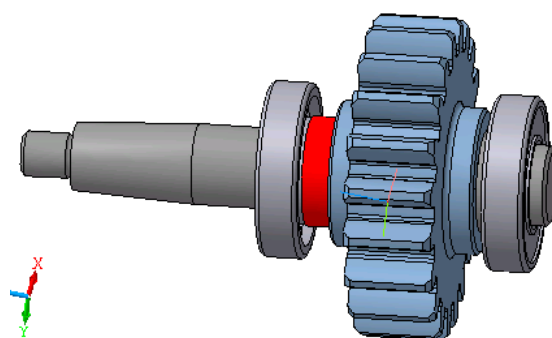

Рис. 7
28. Добавьте в сборку еще один такой же подшипник и самостоятельно установите его на валу до упора в буртик (рис.7).